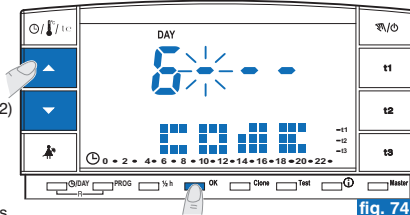
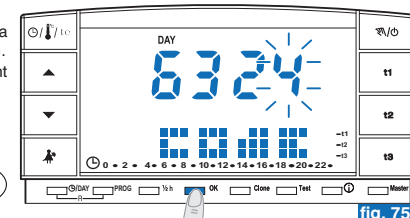

fig. 74
fig. 75
- Configurer le numéro désiré en utilisant les touches  ; confirmer en appuyant sur la touche **OK** (ex. fig. 74). Effectuer la même procédure pour les trois autres tirets (ex. fig. 75).
- Insérer le mot de passe en cours en utilisant les touches ▲▼; confirmer chaque valeur en appuyant sur la touche **OK** (exemple sur la fig. 75).